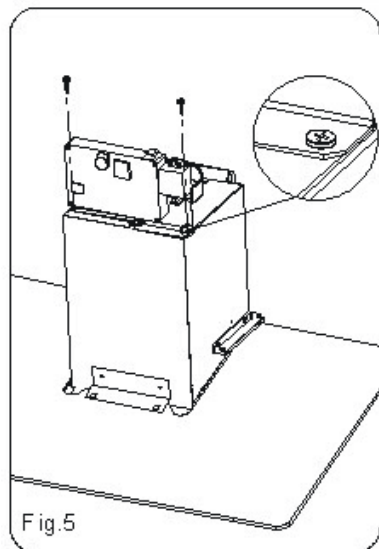

Fig. 5
МОНТАЖ СКОБЫ РИС. 5
- 6) Надеть изогнутый профиль на край корпуса **рис. 5**.